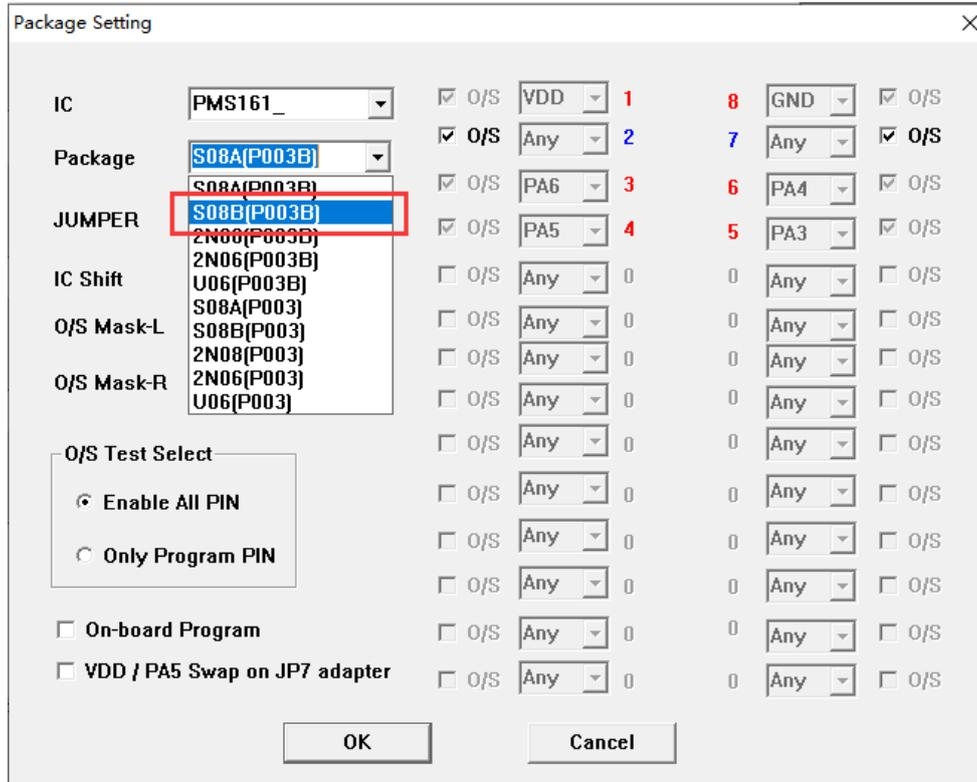

图 22: PMS161-S08B 在 P003B 转档配置
1. 使用 PDK5S-P-003B 烧录 PMS161 时, 只有 S08A 封装是烧录器背面 jumper 插 JP2 位置, 正面烧录插座往下空移 4 格, 即可烧录。而其他封装都需要转档, 使用 Jumper7 跳线。接下来以 PMS161-S08B 的烧录为例, 其他封装需对应修改 “package setting” 界面和 Jumper7 跳线方法即可。封装设置如图 22 所示: